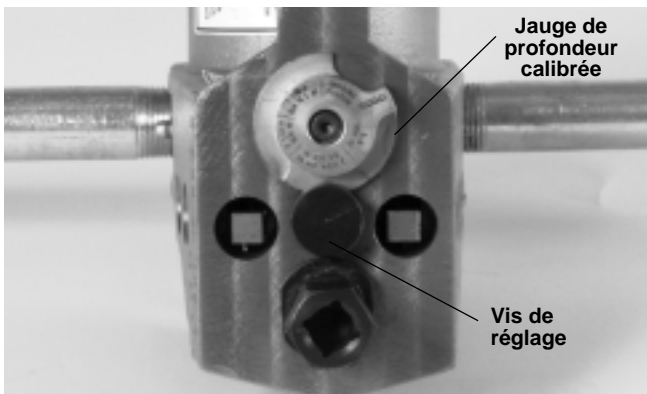

Figure 7 – Détail de la jauge de profondeur calibrée sous la vis de réglage pour déterminer la section du tuyau
3. Réglez la jauge de profondeur calibrée de manière à ce que la section du tuyau à rainurer se trouve sous la vis de réglage (Figure 7).